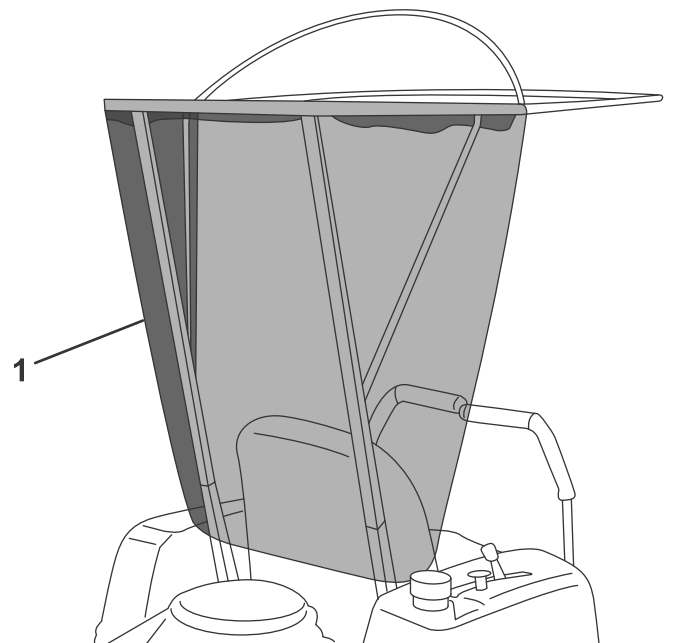

Figura 4
13. Fissate lo schermo posteriore all'arco e ai montanti posteriori (Figura 4).